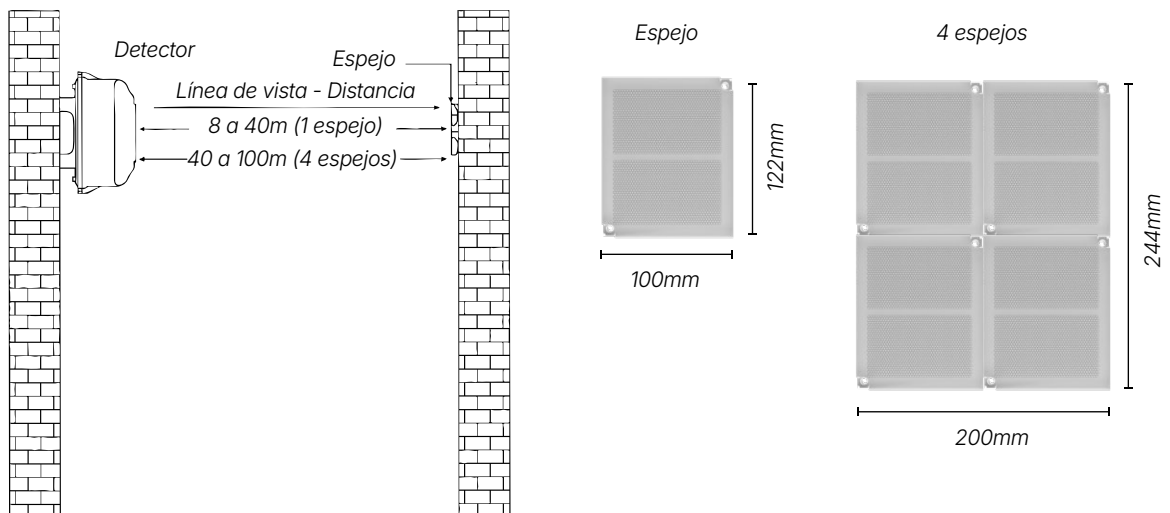

Figura 6: Montaje del espejo reflector
1. Según los requisitos del proyecto, si la distancia entre el detector y el espejo reflector es de 8 a 40 m, basta con instalar un reflector; si la distancia es de 40 a 100 m, se requieren cuatro reflectores. Véase la figura 6.
3. Fije el espejo reflector con dos tornillos estándar ST 4x25. Si se trata de un espejo de una sola pieza, repita los mismos pasos para los demás espejos, si fuera necesario. Consulte la figura 6.